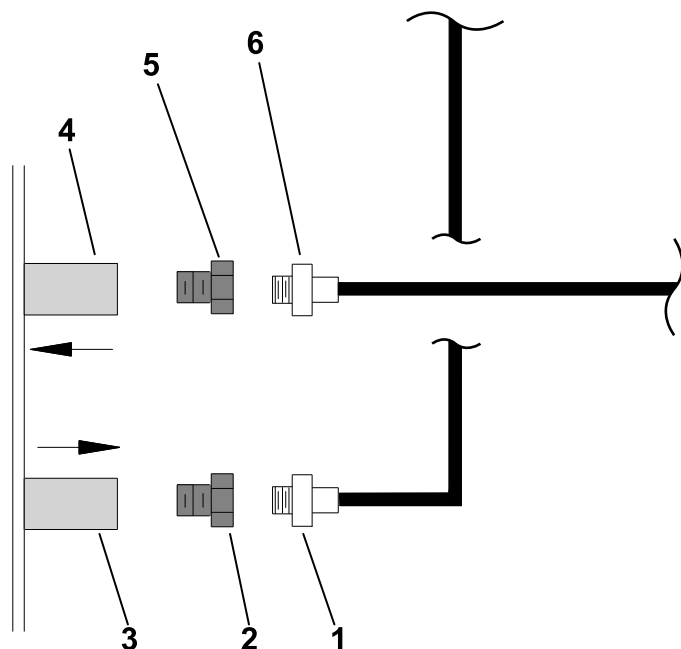

Рисунок 17
1. Надежно установите прямой соединитель (с нормальной трубной резьбой $\frac{3}{8}$ дюйма) на гидравлический шланг длиной 254 см (8 FJ – 6 MP), как показано на Рисунок 17.
2. Надежно установите прямой соединитель (с нормальной трубной резьбой $\frac{3}{8}$ дюйма) на гидравлический шланг В длиной 330 см (8 MP – 6 MP), как показано на Рисунок 17.